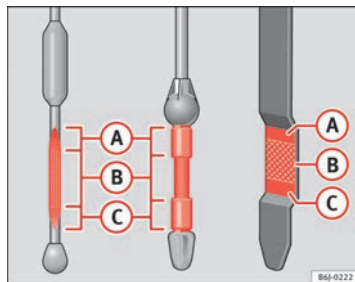

Fig. 125 Jauge d'huile moteur
- Puis retirez-la à nouveau et vérifiez le niveau d'huile ⇒ fig. 125. Faites l'appoint d'huile moteur si nécessaire. ▶